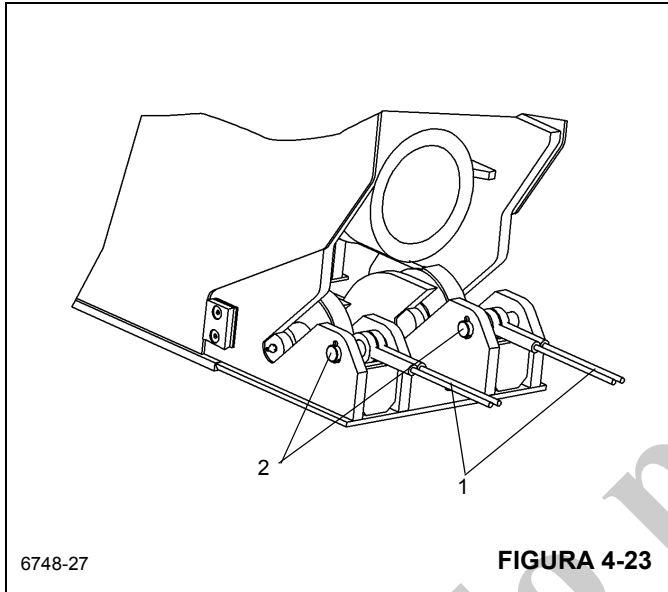

FIGURA 4-23
11. Siga tirando del conjunto de la sección central interior hasta que se logre acceso a la parte trasera de la sección central exterior para desconectar los cuatro cables de retracción (Figura 4-23, 1).
12. Retire los pasadores hendidos y pasadores (Figura 4-23, 2) que fijan los cuatro cables de retracción a la parte trasera de la sección central exterior.